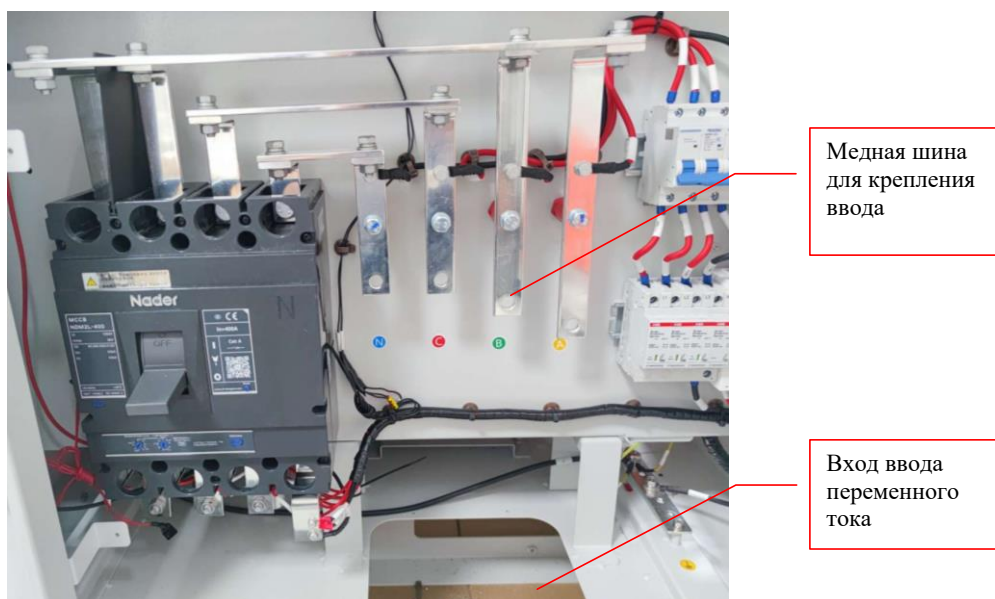

Рис. 4 Место соединения зарядного устройства
1) Установка электрических устройств зарядного устройства постоянного тока серии SZ должен осуществляться под руководством специальных техников. Открыть переднюю дверь зарядного устройства и снять защитную перегородку, подключить ввод переменного тока к медной шине в соответствии с указанием в зарядном устройстве и закрепить болтами, положение ввода и соединения приведено в рис.4.